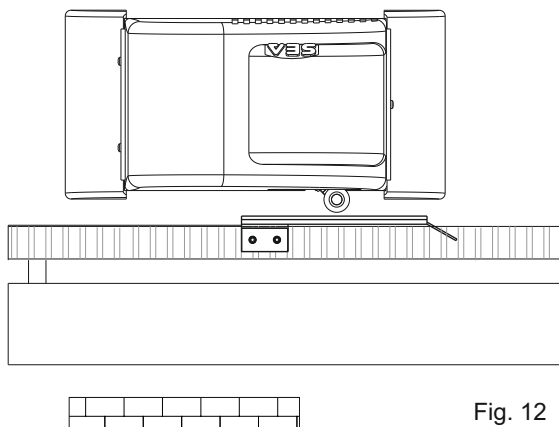
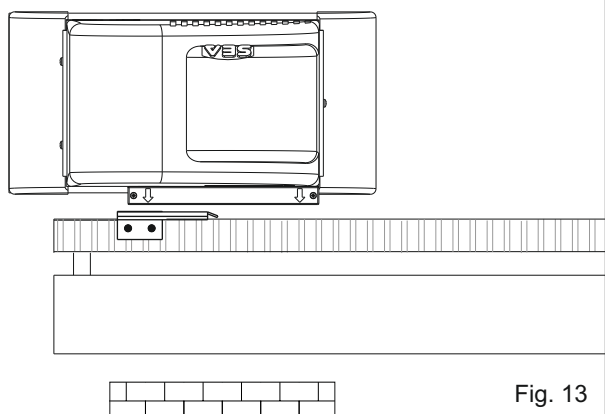

Fig. 12
Fig. 13
- Positionner la plaque sur la crémaillère de façon d'avoir le fin de course (doigt en cas de fin de course mécanique (Fig. 12); flèche d'identification positionnée sur le coté supérieur en cas de fin de course inductif (Fig. 13)) en correspondance du point X que se trouve à 50 mm du coté plié de la plaque (Fig. 14) et la fixer avec les vis en dotation (Fig. 15).